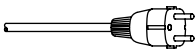

FIGURA 8.20
La Figura 8.20 muestra la conexión (plug). Para el modelo 2950W, la red de alimentación debe poseer el conductor tierra. Solamente utilice su hidrolavadora en instalaciones con disyuntor diferencial residual (DR) de 30 mA, para su seguridad contra choques eléctricos. Si es necesario contrate un electricista de su confianza y solicite la instalación de este componente de seguridad.